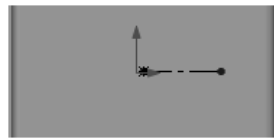

图 4.3.24 编辑草图
Step5. 编辑草图, 如图 4.3.24 所示。退出草绘环境, 完成成型工具特征 1 的创建。